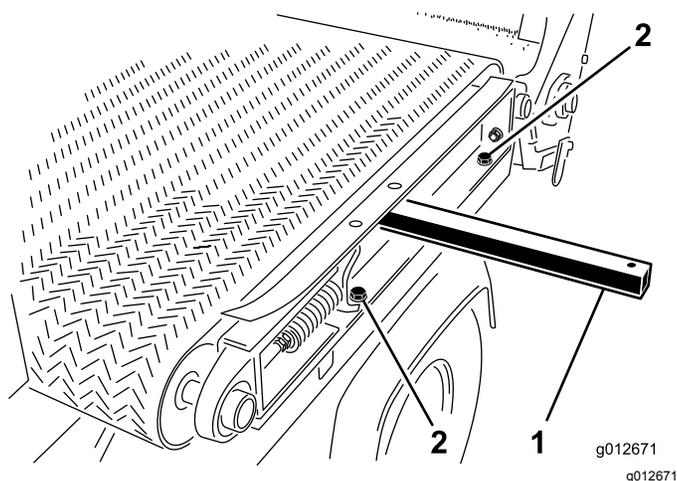

Рисунок 30
1. С левой стороны машины установите балку подвижной рамы на левое крыло (Рисунок 30) с помощью 2 болтов и 2 шайб, снятых при выполнении действий, описанных в разделе Снятие подвижной плиты \(страница 26\), и затяните болты.